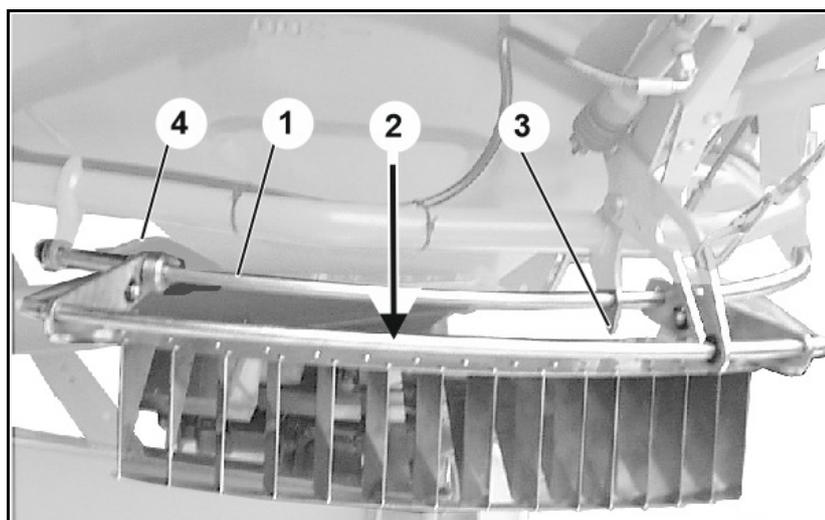

Fig. 76
- La regolazione avviene spostando lo schermo per spargimento sui confini sulla staffa di guida (Fig. 76/1).
- I valori da leggere nella tabella di spargimento si ritrovano sullo schermo per spargimento sui confini (Fig. 76/2).
- La punta del supporto del cilindro funge da indicatore per i valori di regolazione (Fig. 76/3).
1. Allentare la manopola (Fig. 76/4).